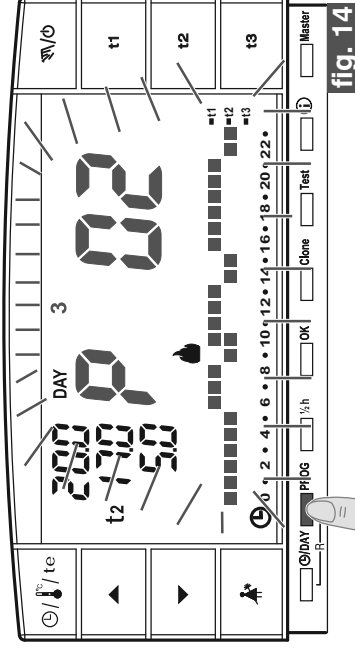
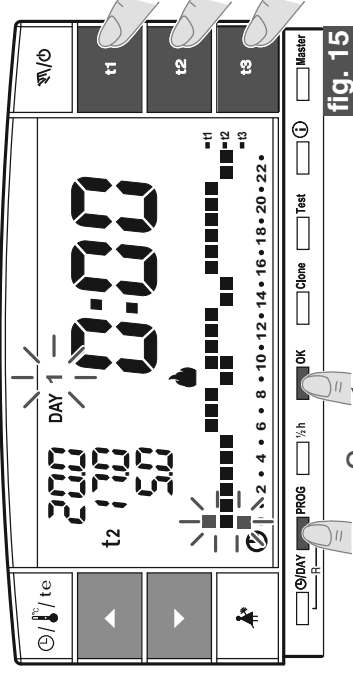

fig. 14
fig. 15
- Para modificar las **configuraciones** del programa **P01**, **P02** o **P03** grabado anteriormente, pulsar la tecla **PROG** para entrar en visualización de los programas, pulsar las teclas **▲▼** (o bien **PROG** por pulsos) hasta que sobre la pantalla aparezca el número del programa que se desea modificar (**P 01** o **P 02** o **P 03**) fig.14, presionar **la tecla OK** (o la tecla **PROG**) **por 4 segundos** para entrar a la modificación (ejemplo fig. 15); si el día a modificar no es el Lunes, presionar una o varias veces **OK** asta seleccionar el día deseado.
- Modificar el perfil diario utilizando las teclas **t1**, **t2** o **t3** (ejemplo fig. 15).